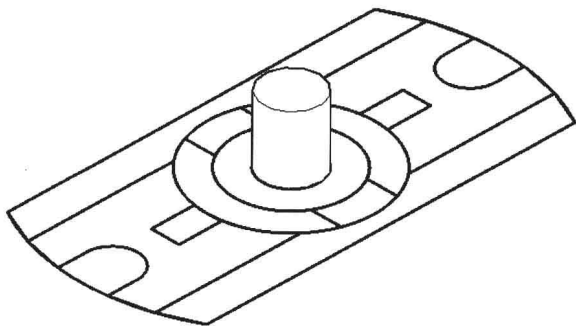
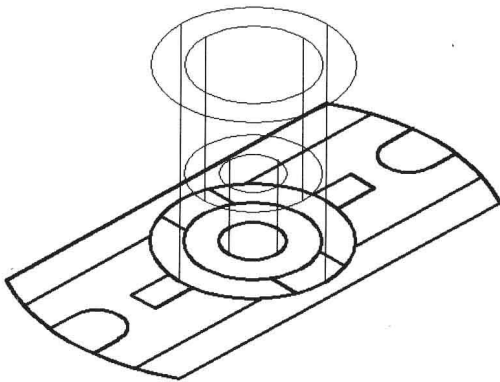

图 11-2-6
图 11-2-7
(1) 在状态栏中单击“二维草图与注释”按钮，在弹出的菜单中选择“三维建模”，界面由“二维草图与注释”工作空间切换“三维建模”工作空间，功能区的面板产生改变，增加了三维操作常用工具。
(2) 在“视图”面板中，单击“未保存的视图”，在下拉列表中选择“西南等轴测”。
(3) 在图层面板中，单击图形名称三角形按钮，在下拉列表中选择“轴测图”图层，即将其设置为当前图层。
(4) 在“建模”面板中单击“长方体”下面的向下三角形按钮 \blacktriangledown ，在弹出的列表中单击“圆柱体”按钮 --- 。
(5) 捕捉平面图中的圆心和象限点，输入高度值 25，按 Enter 键，创建“圆柱体 1”，如图 11-2-6 所示。底半径为 20，高 25。
(6) 用同样的方法，使用“圆柱体”命令捕捉并单击圆心和象限点，创建半径 40、高度 40 的“圆柱体 2”，以及半径 60、高度 65 的“圆柱体 3”。
(7) 在“修改”面板中单击“移动”按钮 --- ，单击高度 40 的圆柱体，按 Enter 键，捕捉一点作为基点，输入移动位置“@0, 0, 25”，按 Enter 键，圆柱体沿 Z 轴向上移动 25 个单位，如图 11-2-7 所示。